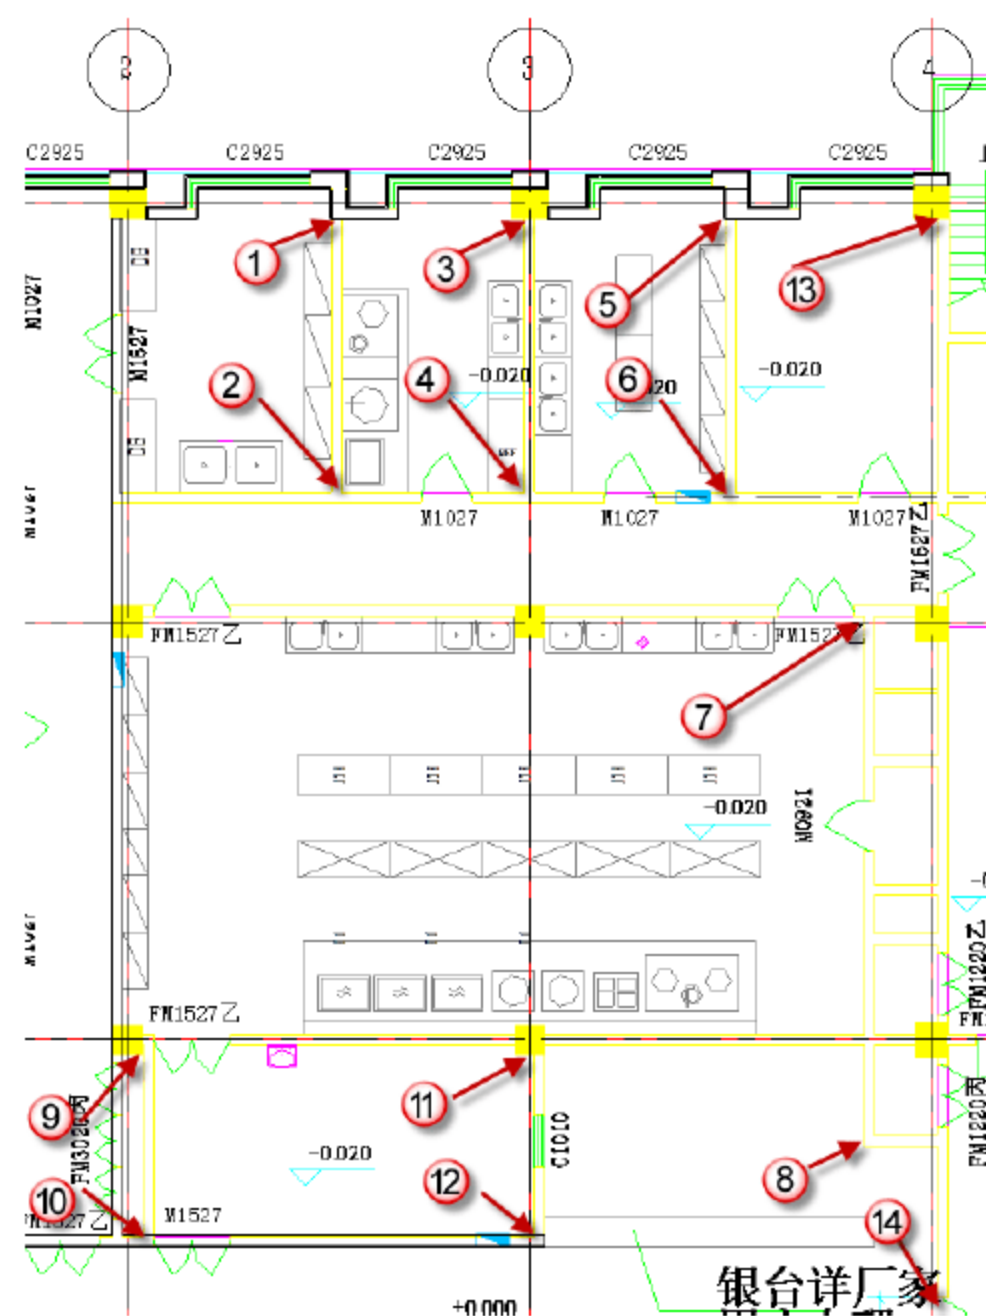
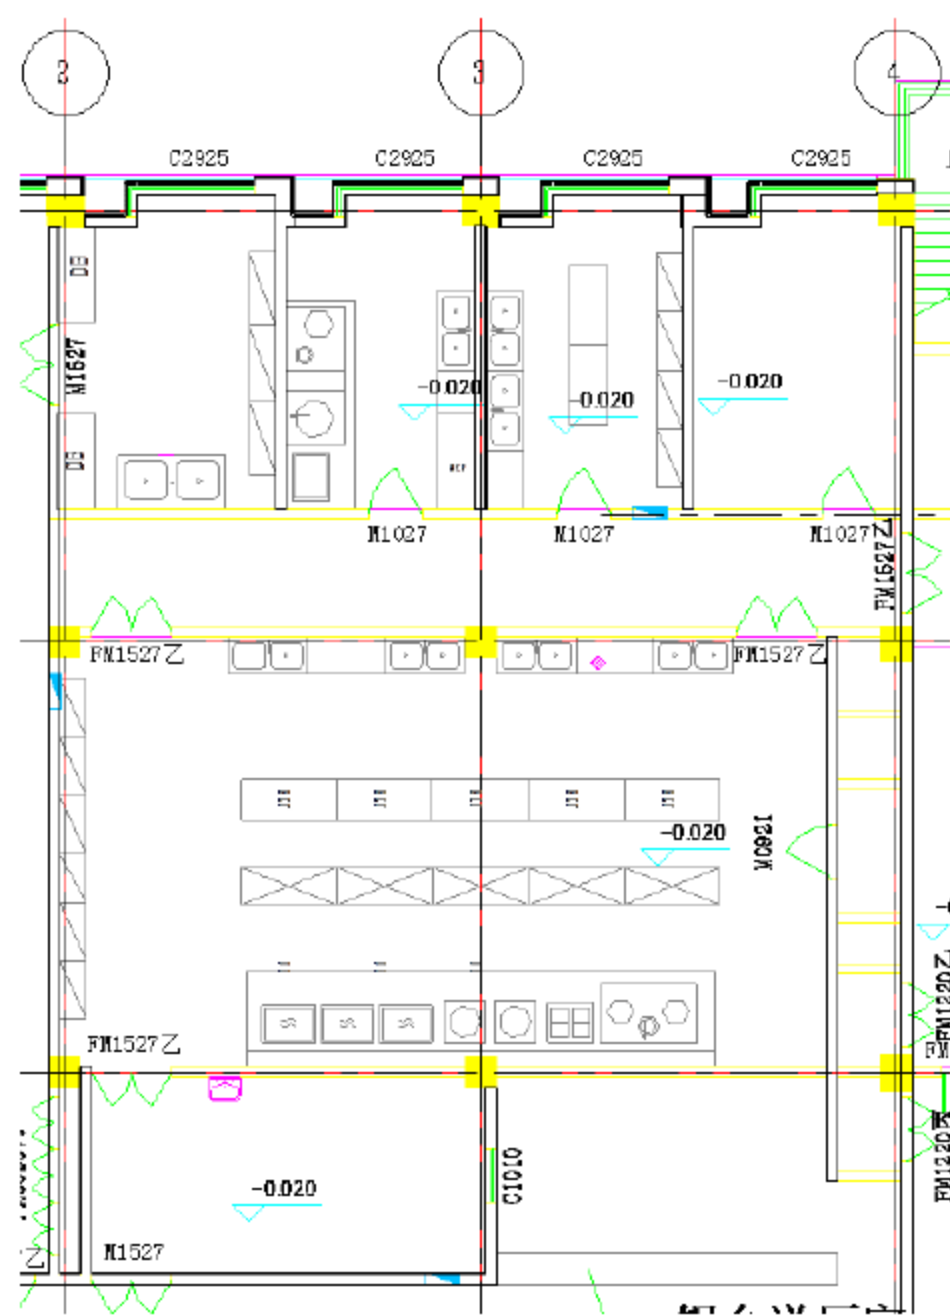

图 10.2.34 200mm 竖向内墙捕捉点位置
图 10.2.35 完成 200mm 竖向内墙部分
(3) 绘制 D 轴到 G 轴和 2 轴到 4 轴线之间的竖向内墙。选择“建筑”→“墙”→“墙：建筑”命令，也可以直接按快捷键 W+A。将“偏移量”改为“100mm”。依次捕捉图 10.2.34 所示位置，单击绘制墙体。绘制完成后按 Esc 键，可以退出外墙绘图界面，完成后的这部分内墙如图 10.2.35 所示。